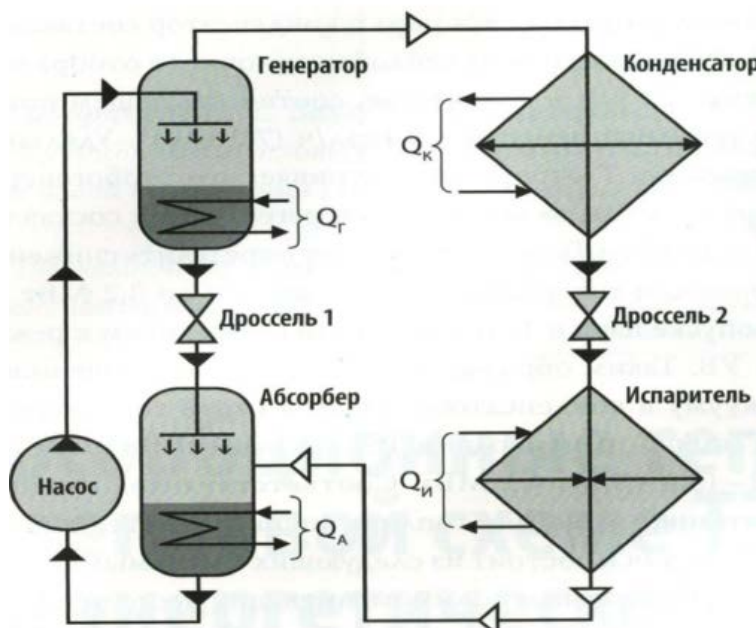

Рисунок 6 – Схема установки АБТН [4]
- Абсорбционный тепловой насос (АБТН) – установки, применяющие абсорбционный цикл, который обеспечивает передачу теплоты (рис. 6). Насосы данного типа обладают меньшей энергетической эффективностью по сравнению с парокомпрессионными установками, так как ПКТН используют более надежную и дорогую механическую энергию, а в то же время примитивную энергию отборов турбоустановок, вторичной теплоты уходящих газов котлов.